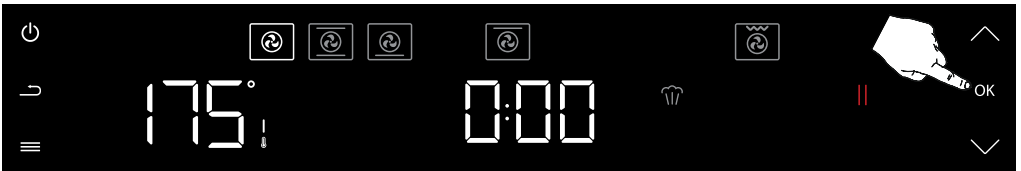

Abbildung 43
Drücken Sie die Bestätigungstaste (OK) einmal, um die Auswahl der Dampfgarfunktion zu bestätigen. (siehe Abbildung 43)